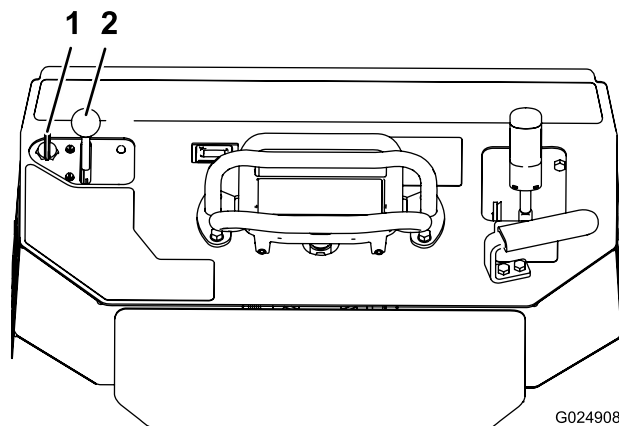

Figura 19
1. Portate la leva dell'acceleratore al centro tra le posizioni minima e massima (Figura 19).
2. Girate la chiave in posizione On (Figura 19). Rilasciate la chiave quando il motore si avvia.
3. Spostate la leva dell'acceleratore nella posizione desiderata (Figura 19).
2. Spostate la leva dell'acceleratore in posizione Slow (Figura 19).
3. Girate la chiave in posizione Off (Figura 19).